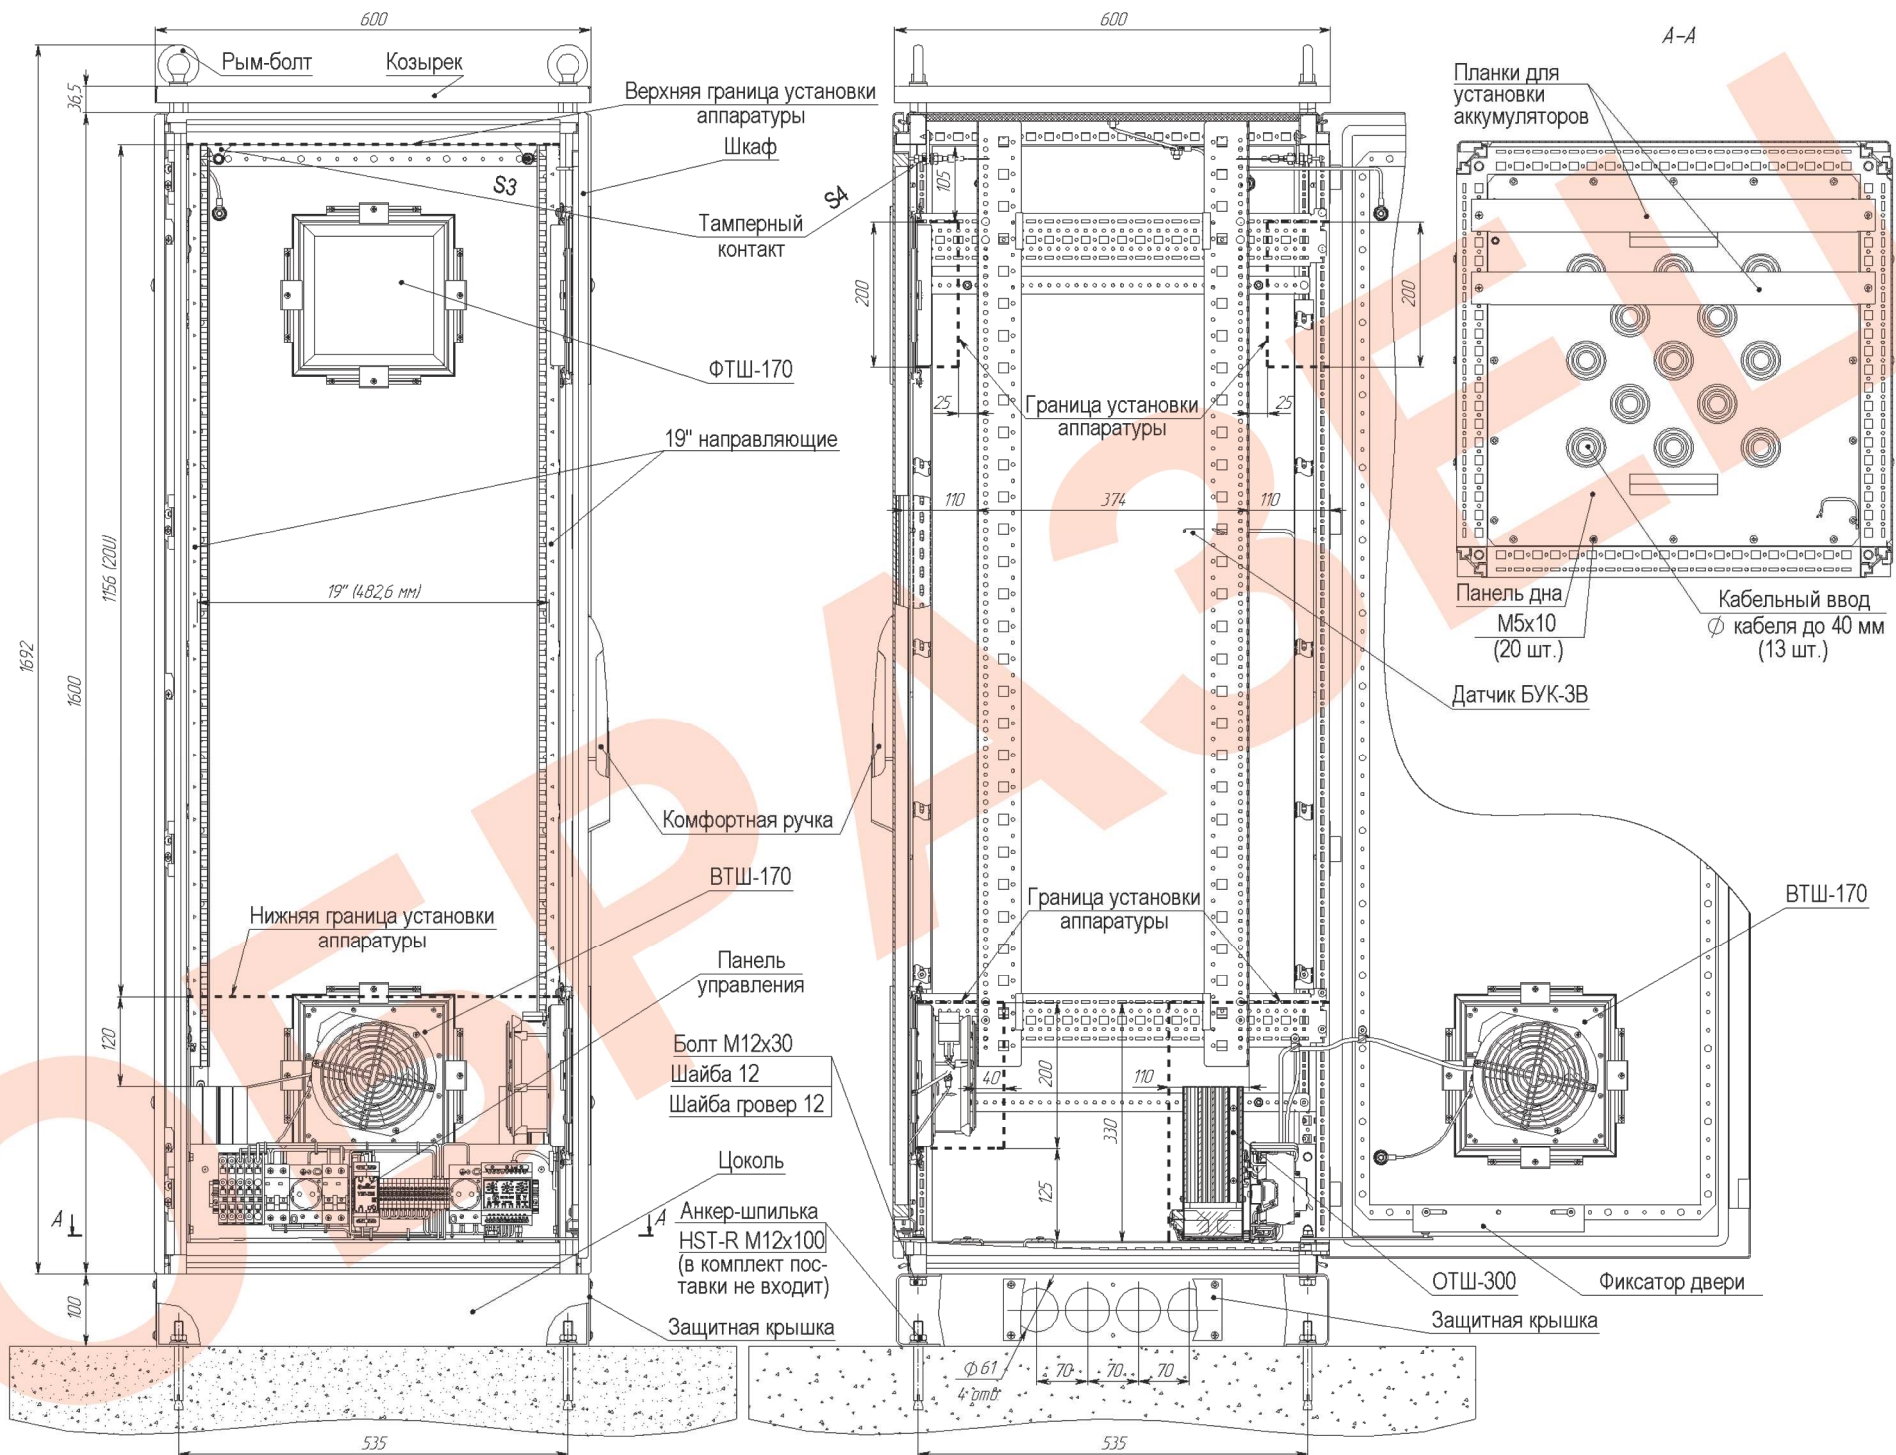

Рис.1 Устройство термощафа (передняя дверь открыта на 90°)
3. Демонтировать планки для установки аккумуляторов и панель дна (рис.1 разрез А-А).